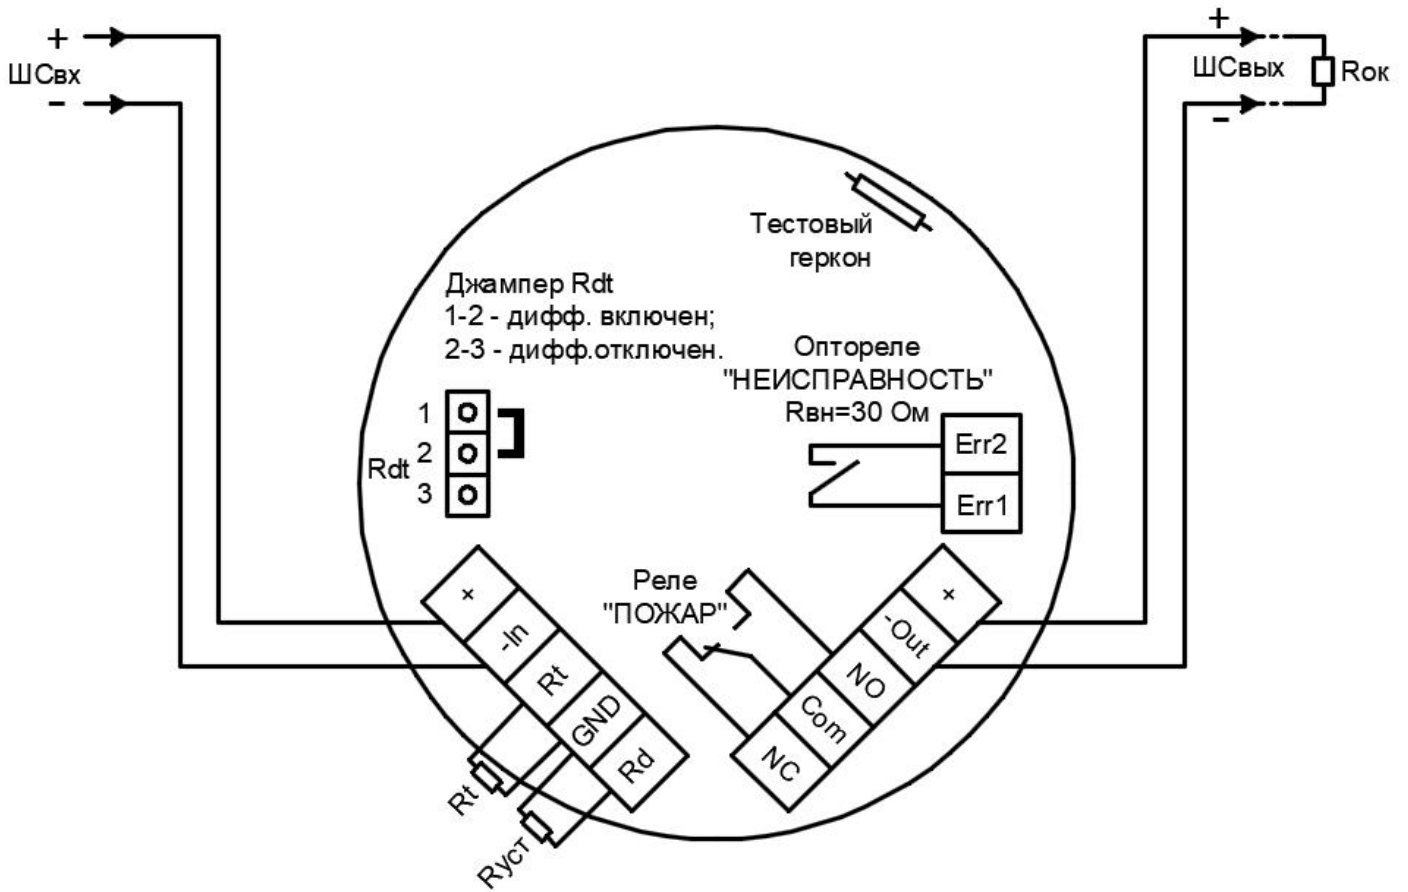

Рисунок 5 – 2-х проводная схема подключения
Все внешние провода подводятся к извещателю через внутреннее клеммное отделение, являющееся составной частью извещателя. Используются нажимные клеммы Wago для проводов сечением от  $0,08 \text{ мм}^2$  до  $2,5 \text{ мм}^2$ . Подключение извещателя осуществляется по 2-х или по 4-х проводной линии связи в соответствии с рис. 5 - 7 настоящего РЭ.
- осуществить монтаж соединительного кабеля в кабельном вводе и соединить проводники в соответствии со схемой подключения к ППК, рис. 5 - 7.